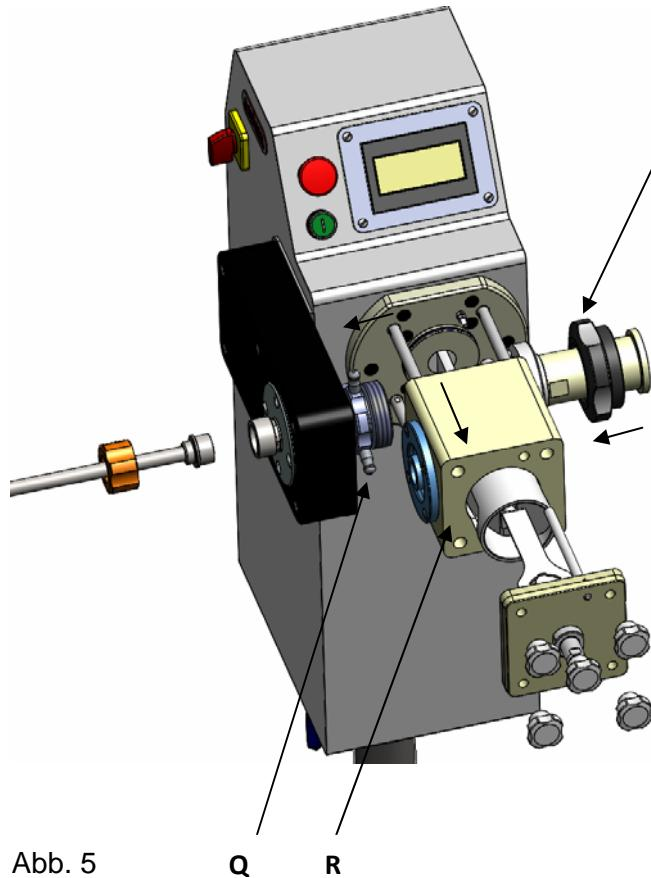

Abb. 5
4. Schrauben Sie die Trichterhalterung (**D**) von dem Wurstfüller und dem Verschluss (**Q**) ab und ziehen Sie den Verschluss nach links, damit der Korpus (**R**) entfernt werden kann, und waschen Sie die entfernten Teile mit lauwarmem Wasser, neutraler Seife und einem Schwamm ab. Verwenden Sie keine Metallgegenstände bei der Reinigung (s. Abb. 5).